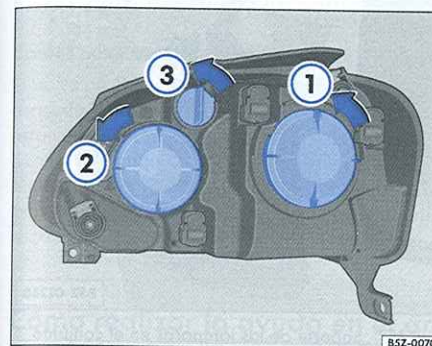

Fig. 155 Vista general de las lámparas
- Gire el portalámpara ⇒ fig. 155 ③, en el sentido antihorario, y retírelo del alojamiento.